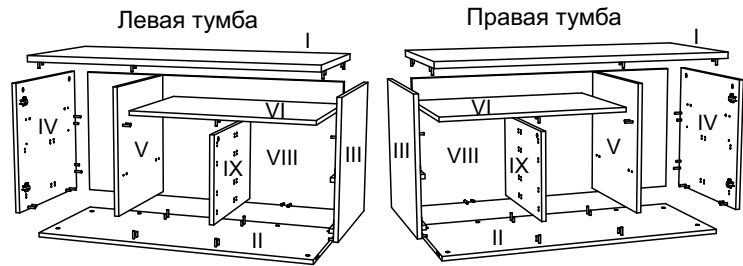

рис. 3
4. Собрать корпус тумбы, закрутив эксцентрики (3) по часовой стрелке(рис. 3).
5. Прикрутить к стойке (IX) направляющие (9) винтами 6,3x11 (6), к дну (II) прикрутить колесные опоры (14) саморезами 3,5x15 (19).